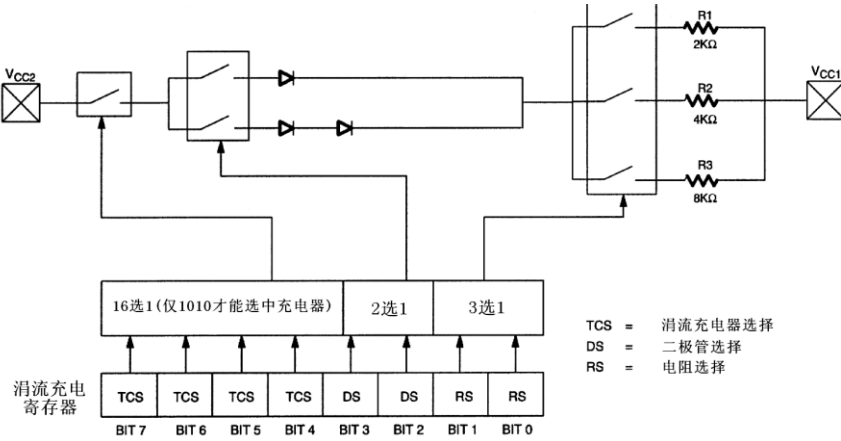

图 30-4 DS1302 的涓流充电控制寄存器
- 涓流充电控制寄存器，地址为 08H，控制内部涓流充电过程及充电电路的连接方式，该字节各位数据与涓流充电控制寄存器的关系，如图 30-4 所示。